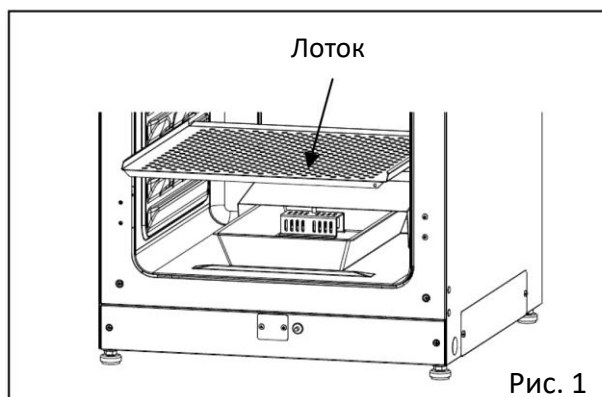

Рис. 1
2. Откройте наружные и внутренние дверцы и извлеките все лотки (Рис. 1).